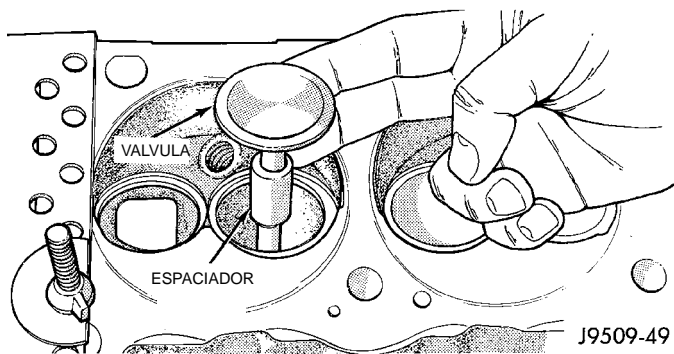

Fig. 50 Colocación de la válvula con la Herramienta C-3973
(1) Instale la Herramienta de bujes de guía de válvula C-3973 sobre el vástago de válvula e instale la válvula (Fig. 50). El buje especial coloca la válvula a la altura correcta para verificar con un indicador de cuadrante.